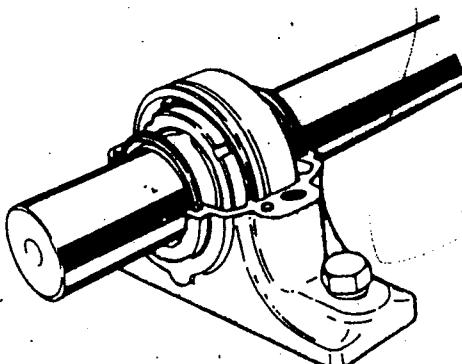

図20
- (2) 固定側軸受をシール及び位置決め輪とともにプランマブロックの下部本体へ組み込む(図20参照)。